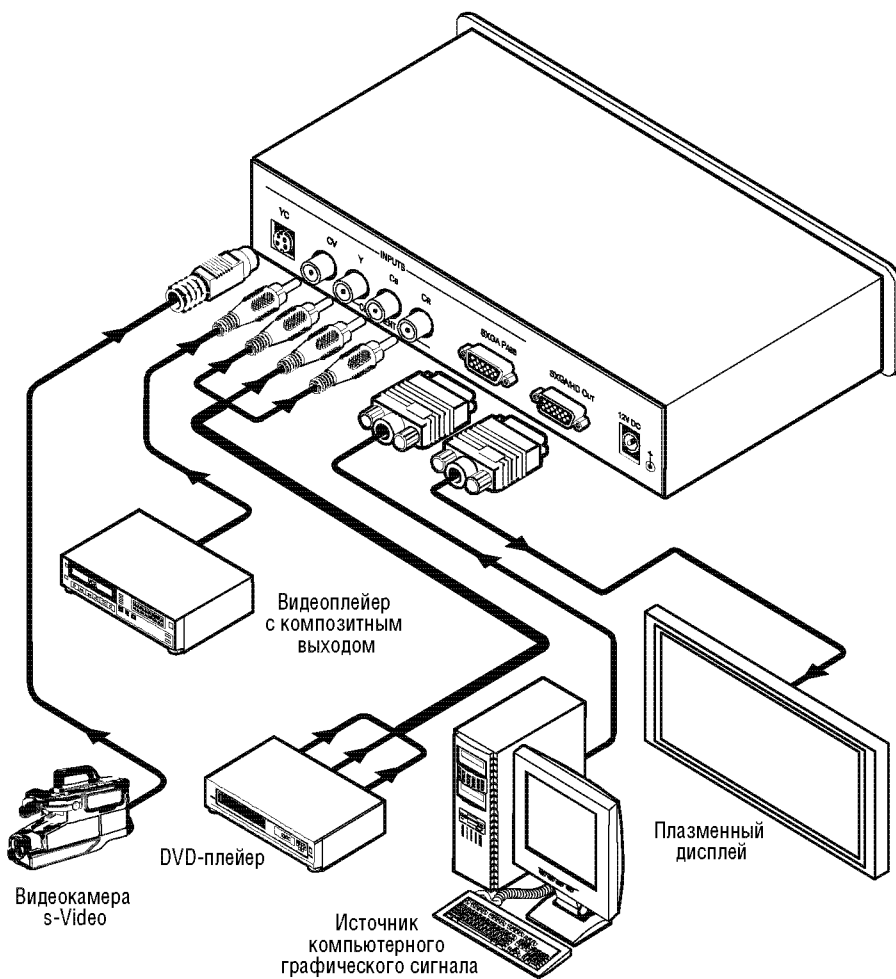

Рис. 2. Подключение источников и приемника сигнала к VP-419x1
Пример подключения источников и приемника сигнала к **VP-419xl** показан на рис. 2. Подключать все входы необязательно.
6. Подключите выход источника питания к разъему питания *12V DC*, а источник питания вставьте в розетку электросети (не показано на рис. 2).